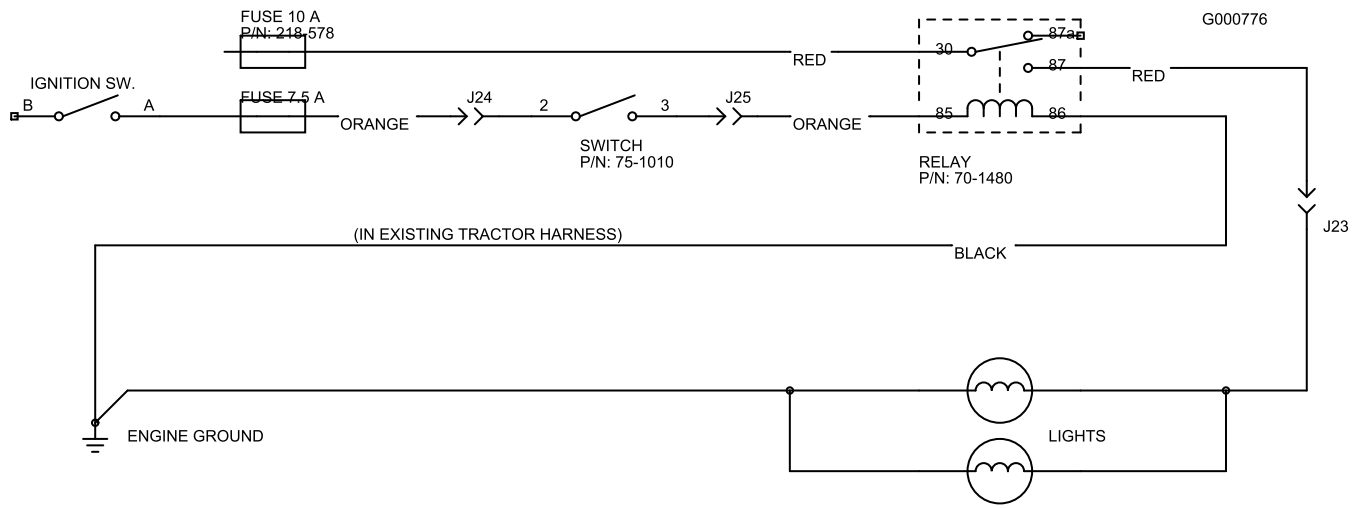

図 63
**重要** トラクションユニットにオプションのヘッドライトを取り付ける場合には、電気系統全体の整合性を確保するため、配線図 (図 63) と下記のパーツ番号による部品を使用してください。